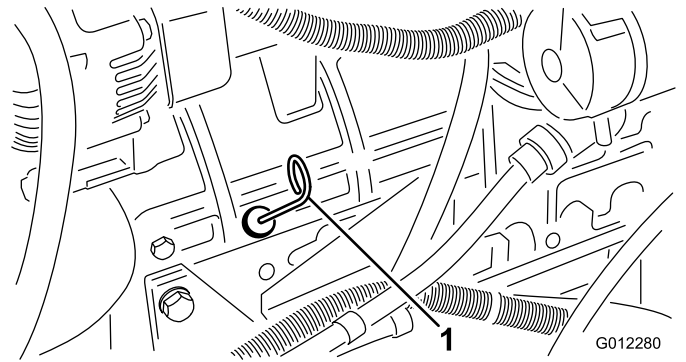

図 10
3. ディップスティックを抜き取り、付いているオイルをウェスで拭きとつてもう一度差し込む(図 10)。